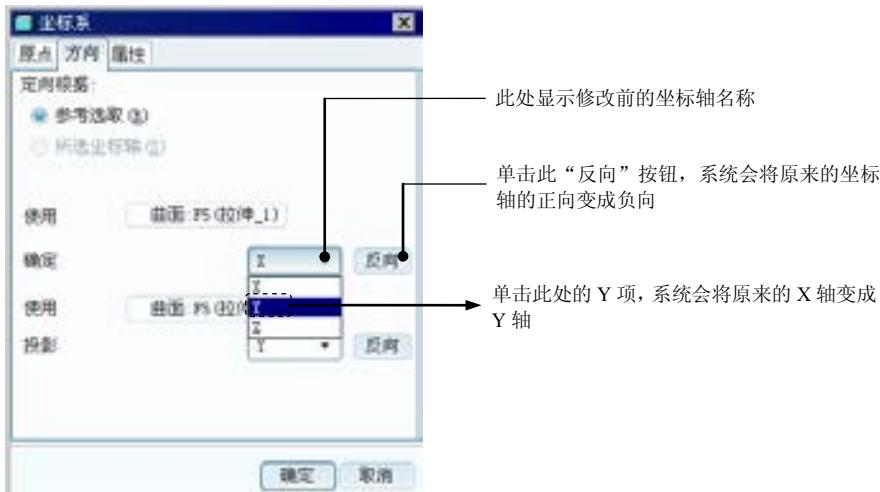

图 5.19.32 “坐标系”对话框的“方向”选项卡
Step4. 修改坐标轴的位置和方向。在图5.19.32所示的“坐标系”对话框中，打开**方向**选项卡，在该选项卡的界面中可以修改坐标轴的位置和方向，操作方法参见图5.19.32中的说明。